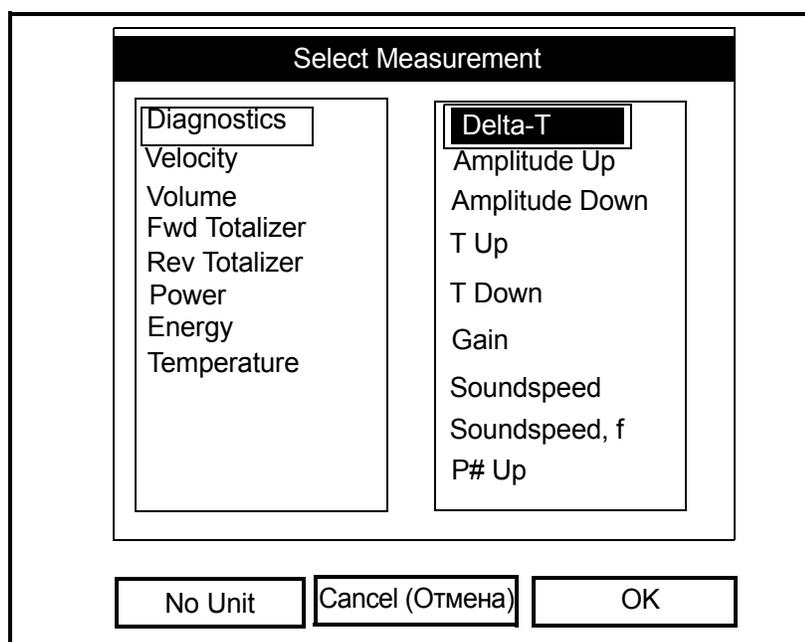

Рис. 3-5. Окно *Measurement Parameters* (Параметры измерения)
2. В опции *Change* (Изменить) выпадающего меню снова нажмите [ENTER] (ВВОД), после чего откроется окно, аналогичное показанному на рис. 3-5 ниже.